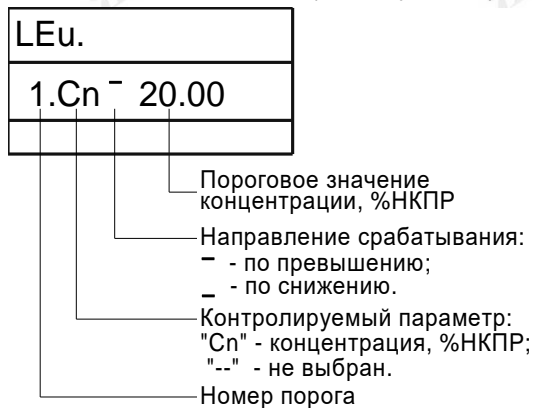

Рисунок 2.6
б) Выбрать пункт «LEu.», при этом отобразятся текущие настройки первого порогового значения (отображается номер порога, контролируемый параметр, направление срабатывания и пороговое значение) (см. рисунок 2.6).
– первый порог установлен на сигнализацию при превышении значения концентрации 20% НКПР (см. рисунок 2.6);